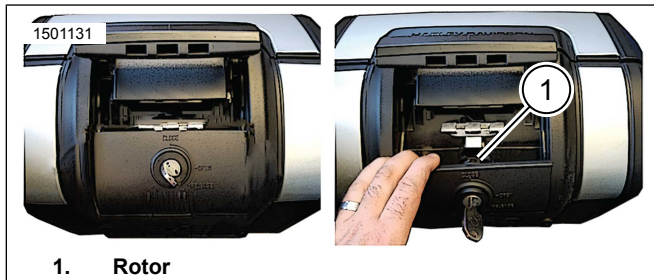

Figura 6. Acceso al rotor
- Figura 6 Tire de la palanca de liberación para acceder al rotor (1).